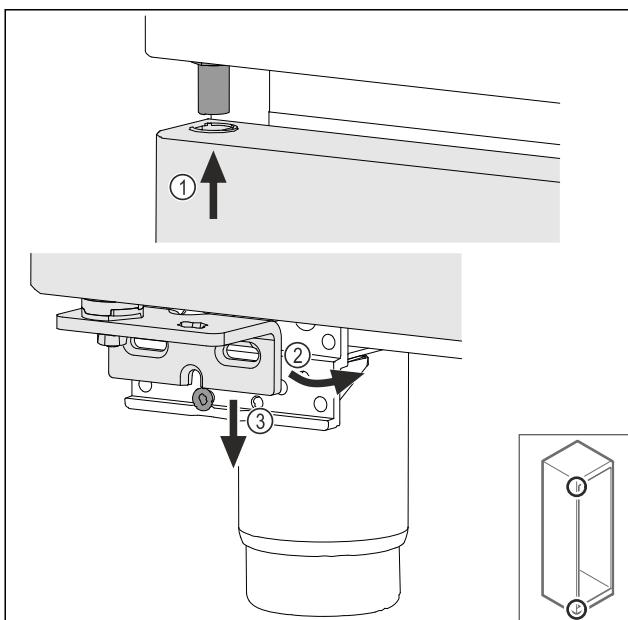

Fig. 49
► Šiek tiek pavertę duris, įstatykite jas viršuje Fig. 49 (1), išlygiuokite tiesiai Fig. 49 (2) ir užmaukite ant atraminės gembės varžto Fig. 49 (3).